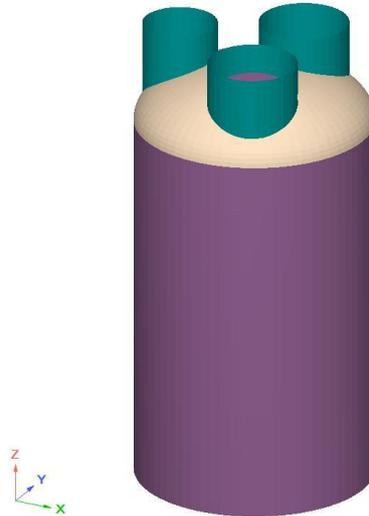

Рисунок 1. Конечно-элементная модель емкости
- Расчетная модель емкости представлена на рис. 1. Диаметр емкости 3.1 м, высота 6м. Выполняем триангуляцию модели, назначаем граничные условия (условия сопряжения элементов, грунтовые условия и т.д.). Для учета направления волокна ПКМ предварительно делаем ориентирование локальных осей (рис. 2).